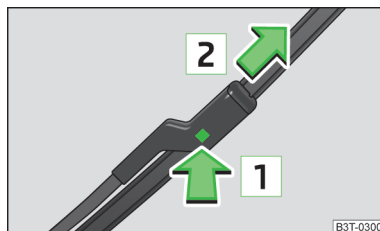

Abb. 197
- Den Scheibenwischerarm am oberen Teil halten und die Sicherung **1** » **Abb. 197** drücken.